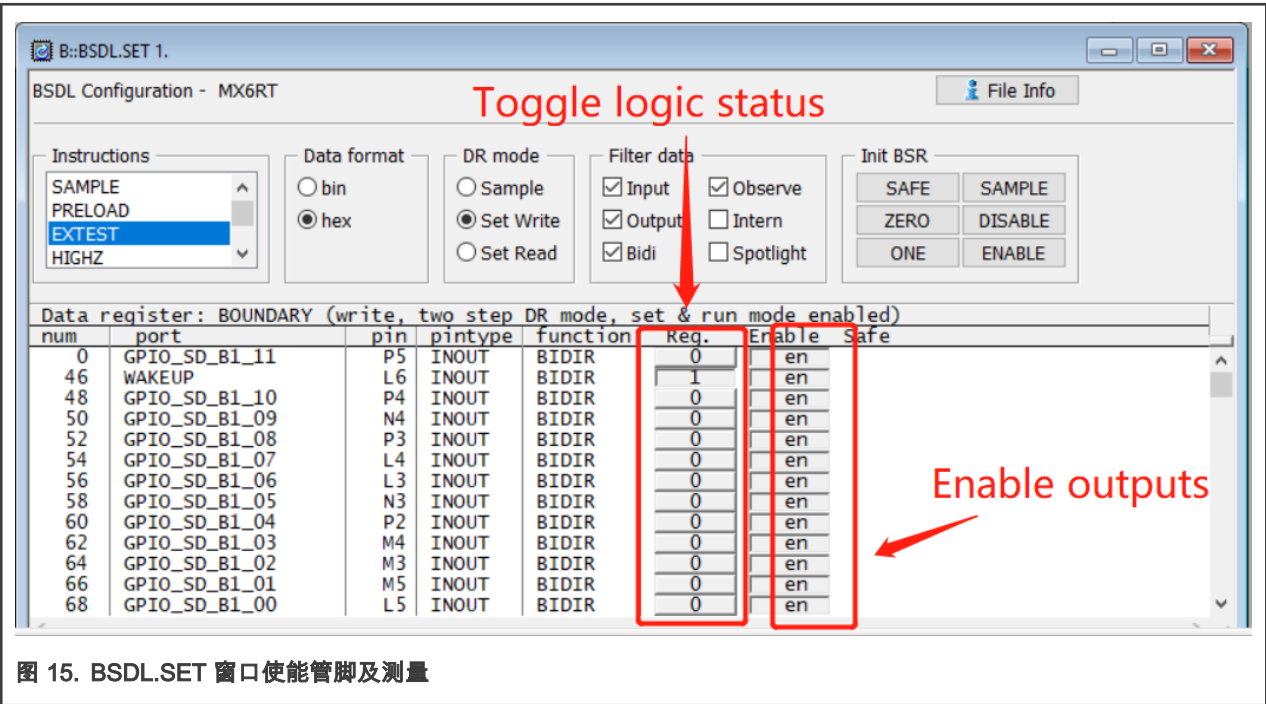

图 15. BSDL.SET 窗口使能管脚及测量
10. 在 BSDL.SET 窗口中，这时单击 **Enable** 列中的按钮可以启用或停止相应引脚的信号输出，然后单击 **Reg.** 中的按钮可以切换其输出状态为 0 或 1。使用万用表测量 EVK 板上的信号电平是否能匹配这些引脚上信号的电平状态。图 15 中首先点击 en 使管脚进入使能状态，然后点击“Reg.”可以在 0 和 1 两种状态切换。